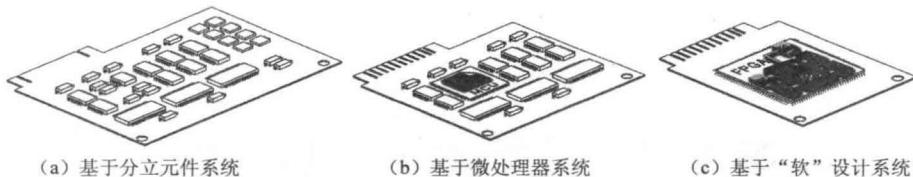

图 1-1 板级系统中元件技术的演变
1) 板级系统中元件技术的演变 通常人们会将电子设计等同于设计电路印制板——一个基于特定产品内的电子元件集合。因此，设计 PCB (Printed Circuit Board，印制电路板) 的工具和方法的演变取决于电子元件应用技术的发展进程。从分立式元件到集成电路元件，再从微处理器元件到可编程器件，元件设计技术越来越向高度集成、微型封装、高时钟频率、可配置等方向发展；系统设计更多地从硬件向软件过渡。板级系统中元件技术的演变如图 1-1 所示。